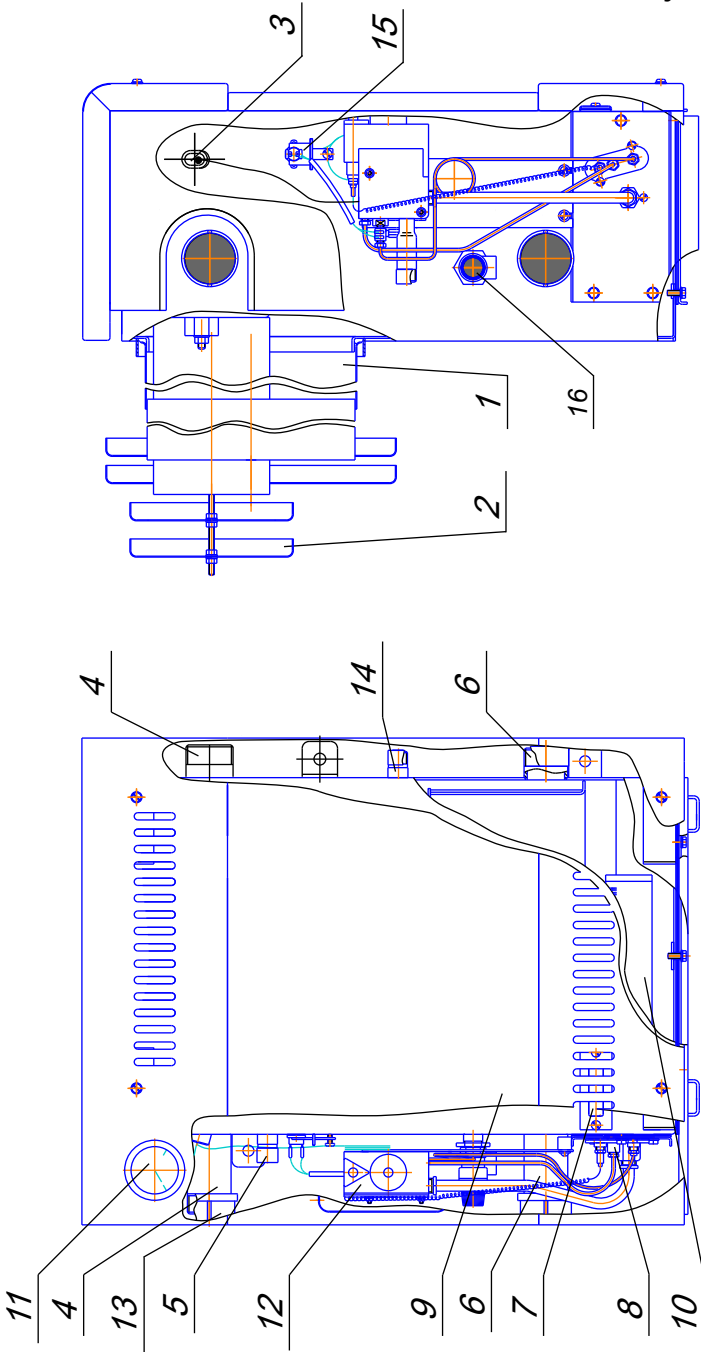

Рис. 1. Будова апарата
5.1. Апарат (див. рис..1) складається з таких основних частин: корпусу з герметичною камерою згоряння, димоповітряного блоку (димоходу), газопальникового пристрою, кришок, що закривають верхній і нижній отвори корпусу, водонагрівача (для двоконтурних апаратів). Для забезпечення герметичності апарату між корпусом і димоповітряним блоком, газопальниковим пристроєм, кришками, встановлені прокладки з теплоізоляційного матеріалу. Корпус апарату закритий декоративним облицюванням.
Перед введенням апарата в експлуатацію, необхідно залити 10-15 мл машинної оливи в стаканчик корпусу апарата поз.3, рис.1!